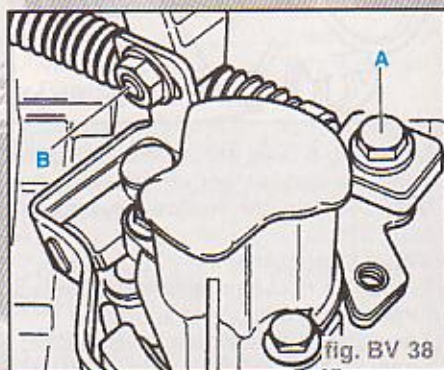

fig. BV 38
- Desserrer la vis (A) et l'écrou (B) jusqu'à ce que le câble Bowden de passage des vitesses et l'entraîneur du câble Bowden de sélection des vitesses soient mobiles dans les trous oblongs (fig. BV 38).